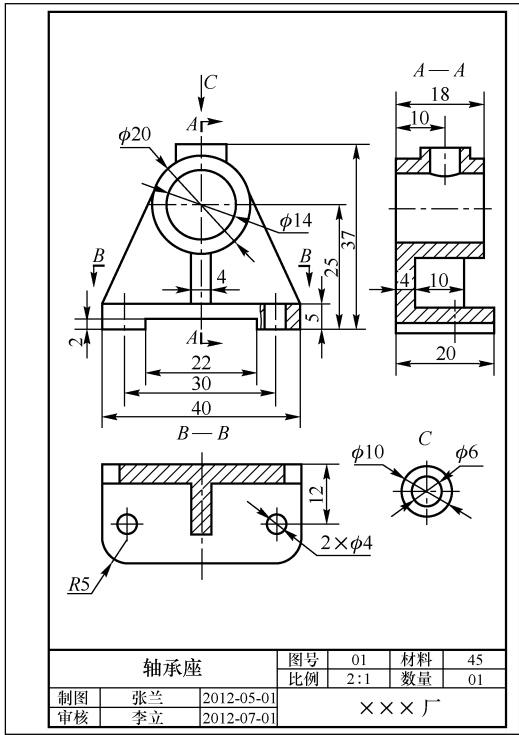

图 9-8 轴承座三视图打印预览
Step 2 打印轴承座三视图：调用菜单栏“文件”→“打印”命令，打开“打印 - 模型”对话框。“名称”下拉列表中选择“A4 页面”选项，单击“预览”按钮，预览图 9-8 所示打印效果，单击“确定”按钮，打印轴承座三视图。